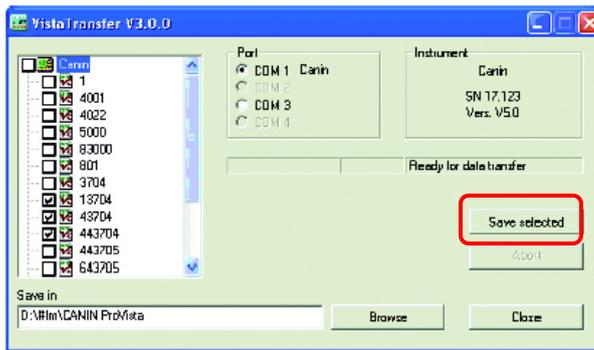

図:2-3
- ③転送ケーブルを接続させている COM ポートを選択する。
- ④CANIN に記憶されていたデータが図:2-3 のようにリストアップされる。